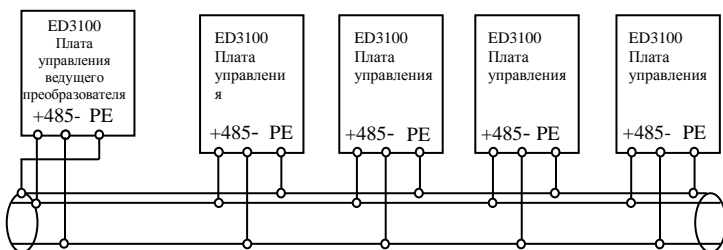

Рис. 3-13 Схема соединений, обеспечивающих связь нескольких преобразователей (все преобразователи и электродвигатели должны быть надежно заземлены)
(1) Как показано на рис. 3-12, с помощью интерфейса RS485 могут быть соединены вместе несколько преобразователей; управление ими осуществляется от программируемого логического контроллера (ПЛК) или машины более высокого уровня, используемой в качестве ведущего устройства. Кроме того, как показано на рис. 3-13, один из преобразователей также может использоваться в качестве ведущего устройства, а другие преобразователи используются при этом как ведомые устройства. При добавлении преобразователей связь может сильнее подвергаться воздействию помех; поэтому рекомендуется осуществлять подключение в соответствии с приведенной ниже схемой: